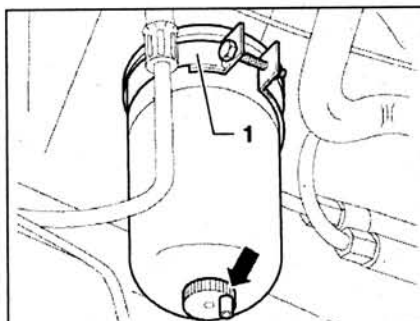

Рис. 1.130. Ослабьте хомут 1 и снимите старый фильтр.
2. Ослабьте хомут 1 и снимите старый фильтр (рис. 1.130).